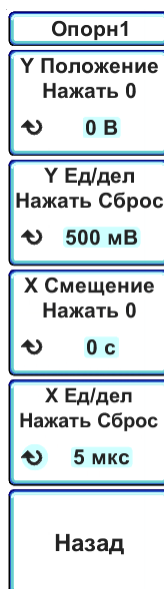

Рисунок 6.17 – Программное меню «Опорн 1»
- нажать программную кнопку «Масштаб». При этом откроется подменю «ОпорнN», где N – номер файла опорного сигнала (рисунок 6.17);